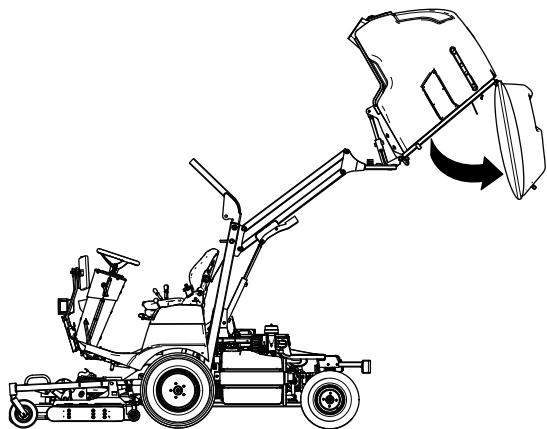

図 140
2. ホッパー図 140を一番高い位置に設定する **ホッパーを上昇させる (ページ 28)**を参照。
3. ホッパー内部にあるごみをダンプし図 140、後部ドアがぶら下がった状態のままにする **ホッパーからダンプする (ページ 29)**を参照。